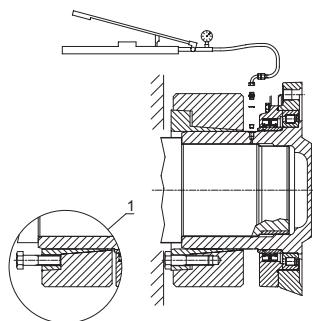
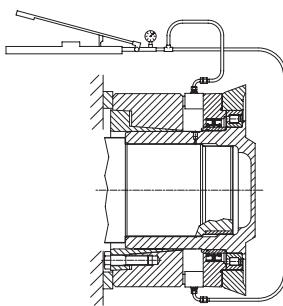

Fig. 5
Fig. 6
2) Nel caso gli anelli non si separassero spontaneamente dopo avere allentato le viti, trasferirne alcune nei fori di estrazione dell'anello interno (Fig.5 dettaglio 1) e avitandole, separare quest'ultimo dall'anello esterno.
3) Fare scorrere il giunto assialmente come da fig.5 per permettere l'utilizzo del foro G 1/8" che consente l'immersione di olio in pressione (max. 1000 bar) al fine di facilitare lo smontaggio del riduttore dall'albero della macchina. Se con l'utilizzo del metodo descritto, il riduttore non si libera, in quanto l'accoppiamento dell'albero non assicura la tenuta della pressione, allora si può agire nel modo rappresentato nella fig. 6. Se lo spazio a disposizione lo permette, utilizzando appositi spintori idraulici, occorre fare reazione su n°2 borchie a 180° che si trovano sui copriperni porta tenute, senza superare i seguenti carichi assiali:
2) If the rings do not separate on their own after loosening the screws, transfer some of them to the extraction holes of the inner ring (Fig.5 detail 1) and, tightening them, separate the inner ring from the outer ring.
3) Slide the joint axially as shown in fig.5 to allow use of the hole G 1/8" for the introduction of pressurized oil (max. 1000 bar) to facilitate removing the gear unit from the machine shaft. If, on using the method described, the gear unit cannot be freed, because the shaft coupling does not ensure pressure tightness, operate as shown in fig. 6. Available space permitting, using the special hydraulic pushers, operate on two bosses at 180° located on the seal covers, without exceeding the following axial loads:
2) Falls sich die Kupplungsringe nach dem Entfernen der Schrauben nicht von selbst lösen sollten, einige Schrauben in die Abzugsbohrungen des Innenrings einsetzen (Abb.5, Ausschnitt 1) und durch Festziehen derselben den Innen- vom Außenring trennen.
3) Die Kupplung axial verschieben (siehe Abb.5), um die Bohrung G 1/8" benutzen zu können, die das Einfüllen von Öl unter Druck (max. 1000 bar) gestattet, um den Ausbau des Getriebes von der Maschinenwelle zu erleichtern. Sollte es nicht möglich sein, mit dem beschriebenen Verfahren das Getriebe freizusetzen, da die Passung der Welle nicht dicht genug für den Druck ist, kann auf die in Abb. 6 dargestellte Weise vorgegangen werden. Bei ausreichendem Platz können hydraulische Stössel eingesetzt werden, die 180° zu einander auf 2 Auflagen angeordnet werden, die sich auf dem Deckel der Dichtungshalter befinden; dabei dürfen die folgenden Axiallasten nicht überschritten werden:
- 2) Dans le cas où les bagues ne se séparent pas spontanément après avoir desserré les vis, en déplacer quelques-unes dans les trous d'extraction de la bague intérieure (Fig. 5 détail 1) et en les vissant, séparer cette dernière de la bague extérieure.
- 3) Faire coulisser l'accouplement axialement comme indiqué en fig. 5 pour utiliser l'orifice G 1/8" qui permet le remplissage d'huile sous pression (1000 bar maximum), afin de faciliter le démontage du réducteur de l'arbre de la machine. Si le réducteur ne se libère pas avec la méthode décrite plus haut, car l'accouplement de l'arbre ne garantit pas la tenue de la pression, il sera alors possible d'agir comme représenté en fig. 6. Si l'espace à disposition le permet, utiliser deux pousseurs hydrauliques pour faire réaction sur les 2 bossages à 180° qui se situent sur le couvercle porte-joints, sans toutefois dépasser les charges axiales suivantes.
- 2) Si a pesar de haber aflojado los tornillos los anillos no se separan, hay que transferir algunos tornillos a los agujeros de extracción del anillo interior (Fig. 5, 1) y separar el anillo interior del exterior al atornillarlos.
- 3) Hacer que el empalme se desplace en dirección axial (Fig. 5) y aprovechar el agujero de 1/8" G por el que entra aceite a presión (máx. 1000 bar) para separar al reductor del eje. Si con este método el reductor no se libera porque el acoplamiento del eje no asegura que se mantenga la presión, hay que proceder como se describe en la Fig. 6. Si el espacio disponible lo permite, hay que hacer reacción con los empujadores hidráulicos en 2 remaches de la tapa portaguardarines situados a 180° en sin sobrepasar las siguientes cargas axiales.
- 2) Caso os anéis não se separem espontaneamente depois do afrouxamento dos parafusos, transferir alguns nos furos de extração do anel interno (Fig. 5 detalhe 1) e, aparafulando-os, separar este último do anel externo.
- 3) Deslizar a junta axialmente como mostrado na Fig. 5 para permitir a utilização do furo G 1/8", que permite a entrada de óleo sob pressão (máx. 1000 bar) para facilitar a desmontagem do redutor do eixo da máquina. Se com esse método o redutor não se liberar, desde que o acoplamento do eixo não assegure a manutenção da pressão, será possível agir, se o espaço o permitir, no modo representado na fig. 6, utilizando empuradores hidráulicos, fazendo reação nos 2 pinos a 180° que se encontram na tampa porta-retentores, prestando atenção para não superar as seguintes cargas axiais.